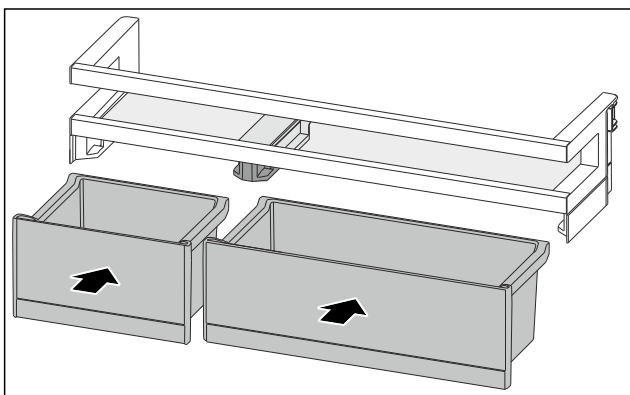

Fig. 86
- ▶ Установите ящики VarioBox, поменяв их расположение. (см. Fig. 86)